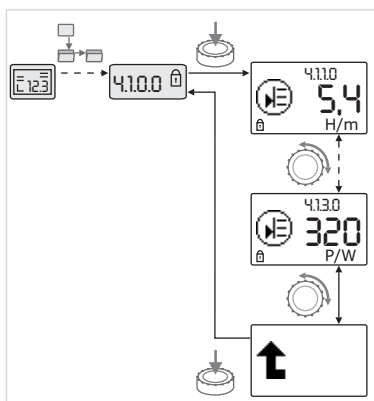

Fig. 44: Richiamo di informazioni
- Ruotando il pulsante rosso selezionare gli elementi di menu del tipo “Informazioni” dell'attuale sottomenu (vedi fig. 44). Per la spiegazione delle impostazioni rappresentate da simboli vedi tabella nel capitolo 8.7 “Riferimento elementi di menu” a pagina 103.